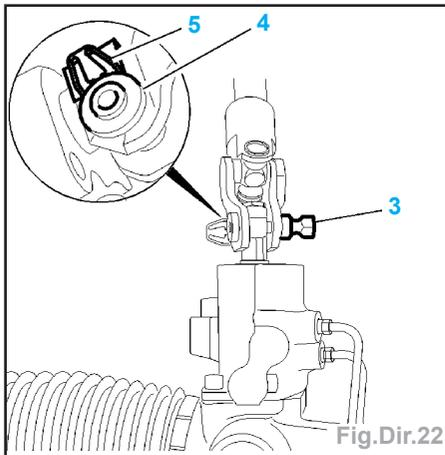

Fig.Dir.22
- Déposer (Fig.Dir.22) :
- la vis (3),
- l'écrou (4) en écartant la languette (5).